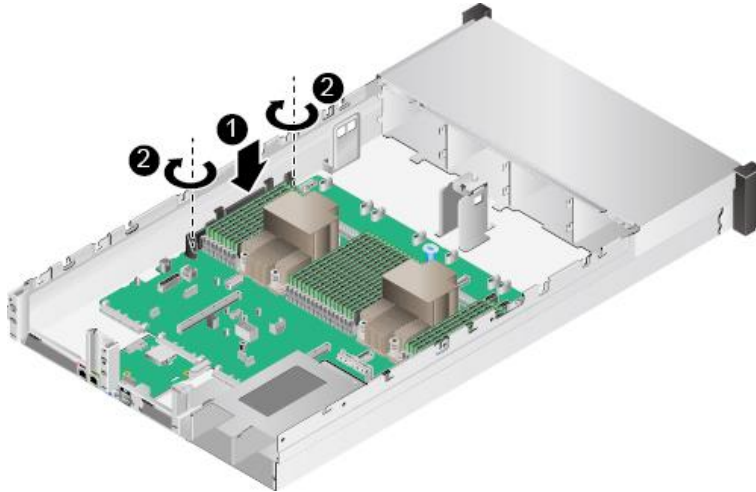

图 5-34 安装理线架
6. 将理线架安装到主板上，并使用十字螺丝刀拧紧理线架固定螺钉，如图 5-34 所示。